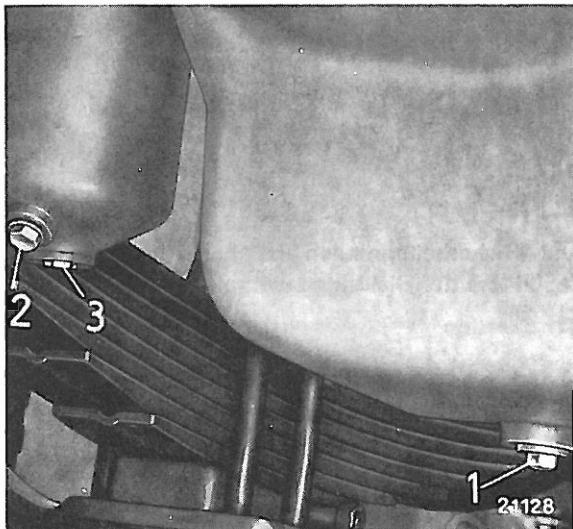

Bild 18—1/1
- 1 Ablassschraube (2) (siehe Bild 18—1/1) heraus-schrauben, Öl ablassen.